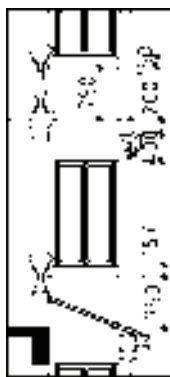

图 13-229 绘制结果
10) 绘制墙面装饰图形。调用“直线”命令、“偏移”命令及“修剪”命令，绘制并修剪图形，结果如图 13-229 所示。